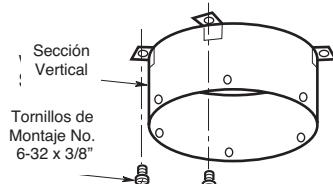

Figura 1. Instalación de la Sección Vertical
- Asegure la sección vertical con cuatro tornillos de montaje No. 6-32 x 3/8" (9,5mm) (provistos) como se muestra en la Figura 1.